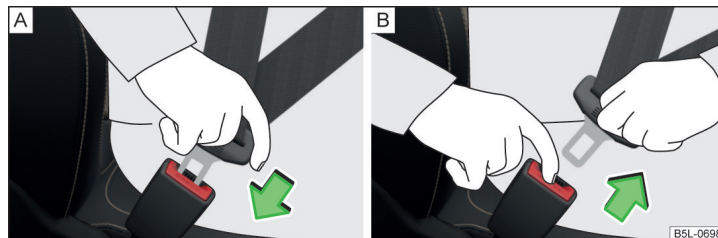

Abb. 7 Sicherheitsgurt anlegen / ablegen
- Die Schlosszunge in das zum Sitz gehörende Gurtschloss » Abb. 7 - [A] stecken, bis diese hörbar einrastet.
- Die Schlosszunge fassen und die rote Taste im Gurtschloss drücken » Abb. 7 - [B], die Schlosszunge springt heraus.